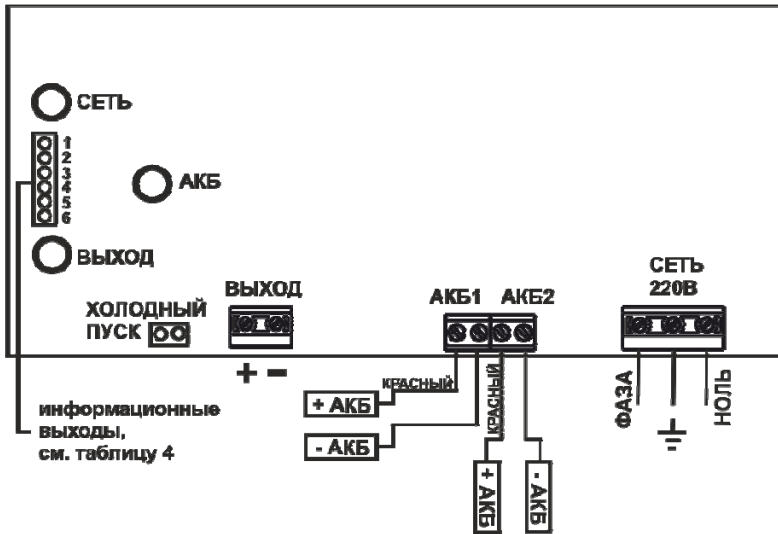

Рисунок 1. Схема подключения источника
- Открыть крышку и проверить правильность произведенного монтажа в соответствии с рис. 1 и разделом УСТАНОВКА НА ОБЪЕКТЕ;